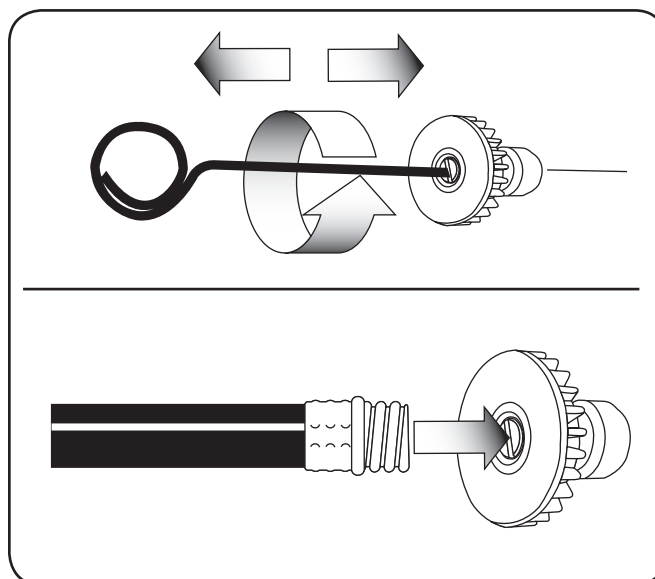

Figure 6-1
4. Elimine cualquier obstrucción de la boquilla con la herramienta limpiadora para boquilla provista y lávela en dirección contraria con agua limpia. Ver la Figure 6-1.